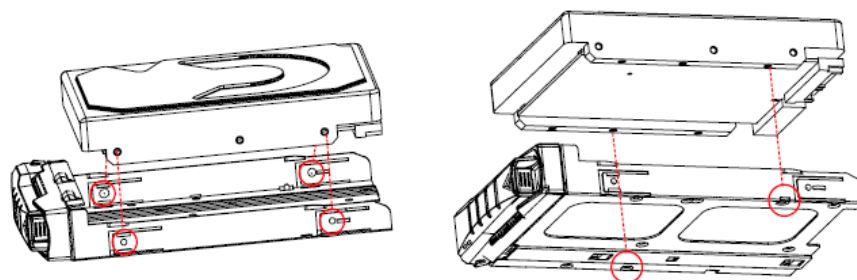

Рисунок 24 – Установка накопителя в каретку 3,5”
– Вставьте накопитель в каретку. Убедитесь, что углубления каретки состыкуются с накопителем. Для дополнительной проверки затяните винты на каретке, чтобы закрепить накопитель (см. Рисунок 24).